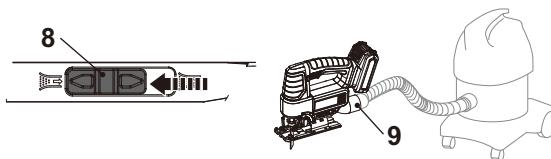

Fig. 3
Faites glisser le sélecteur de fonction soufflerie/aspiration des poussières (8) (Fig. 3) vers la gauche en position d'aspiration des poussières.